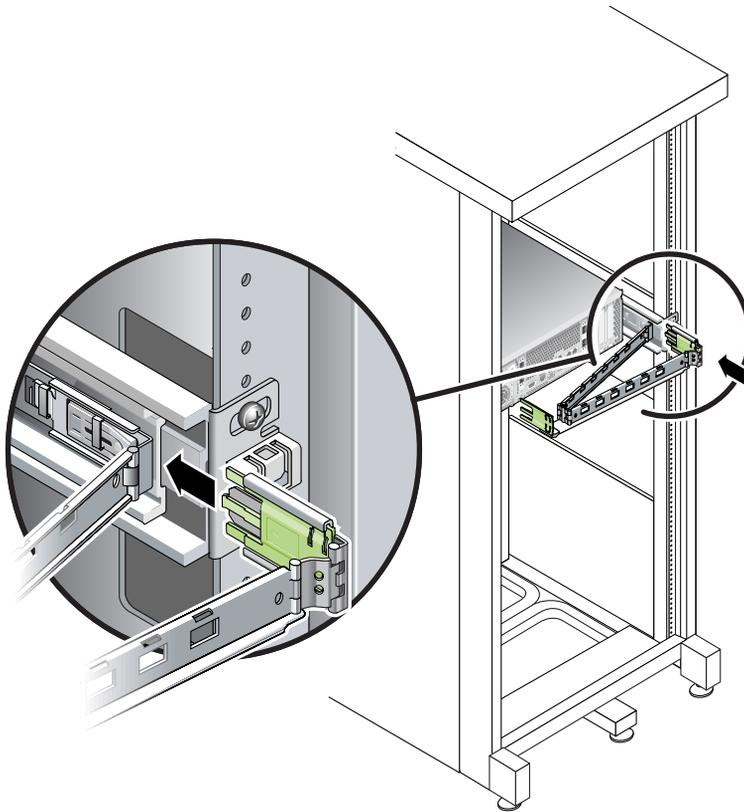

FIGURE 2-20 Fixation du connecteur CMA externe
3. Insérez la plus grande des extensions dans l'extrémité du rail coulissant droit (FIGURE 2-20).